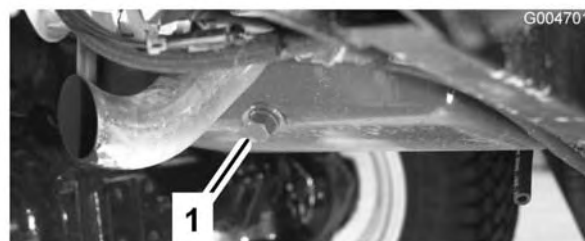

Bild 49
- Entfernen Sie eine der Ablassschrauben (Bild 49) und lassen Sie das Öl in die Auffangwanne ab. Schrauben Sie die Ablassschraube wieder ein, nachdem das Öl abgelassen ist.